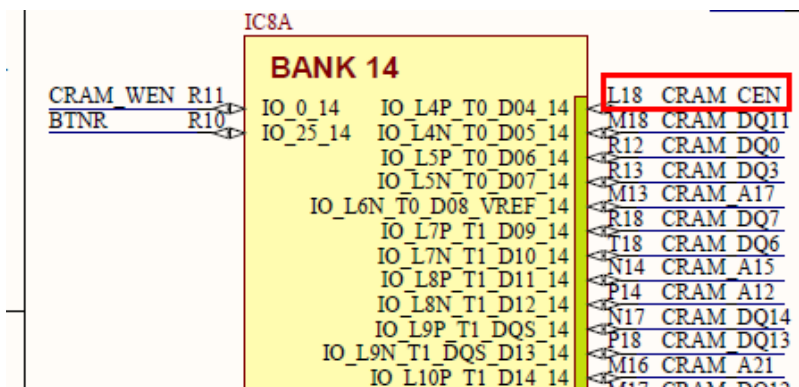

图 19
- 4-1-2. 这里我们手动输入 LOC（引脚位置）约束代码，如图 19。点击保存。